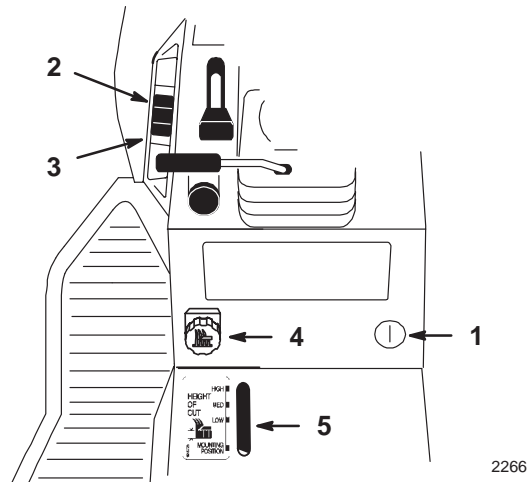

Abbildung 11
2. Den Hebevorrichtungsschalter nach unten schieben, um die Hebevorrichtung nach unten zu bewegen (Abb. 11). Dadurch wird die Zusatzvorrichtung abgesenkt.
Die Hebevorrichtung (Abb. 11) wird zum Heben und Absenken von Zusatzgeräten verwendet.
1. Den Schlüssel auf Position “ON” oder “RUN” drehen (Abb. 11).
2. Den Hebevorrichtungsschalter nach oben schieben, um die Hebevorrichtung nach oben zu bewegen (Abb. 11). Dadurch wird die Zusatzvorrichtung angehoben.
Mit dem Dial-A-Height-Regler (Abb. 11) wird die Abwärtsbewegung der Zusatzvorrichtung eingeschränkt. Der Dial-A-Height-Knopf wird gedreht, um den Punkt des Anschlags nach oben oder unten zu verschieben.
1. Den Hebevorrichtungshebel nach oben schieben – siehe “Anheben von Zusatzvorrichtungen”. In gehobener Position kann der Dial-A-Height-Knopf (Abb. 11) gedreht werden, um die Anschlagsposition zu verändern. Den Knopf im
- Die Dial-A-Height-Anzeige (Abb. 11) zeigt die Höhenänderung, während die Einstellung vorgenommen wird.